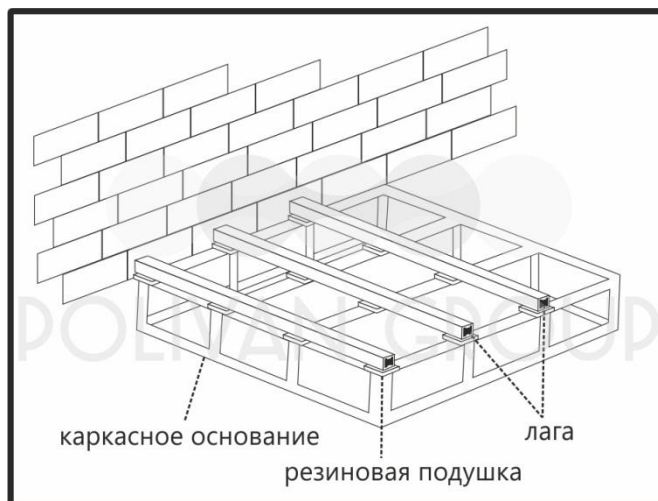

Рис. 4
**Каркасное основание (рис. 4).** Необходимо каркасное основание способное нести существенную нагрузку (от 1000 кг/м2). Рекомендуется использовать металлическую квадратную трубу (50x50) мм. Расстояние между несущими ригелями не должно превышать 300 мм, и 500-700 мм при использовании лаги из алюминия, лаги крепятся перпендикулярно профилю каркаса с помощью перфорированной металлической ленты на каждом пересечении с ребром конструкции каркаса.